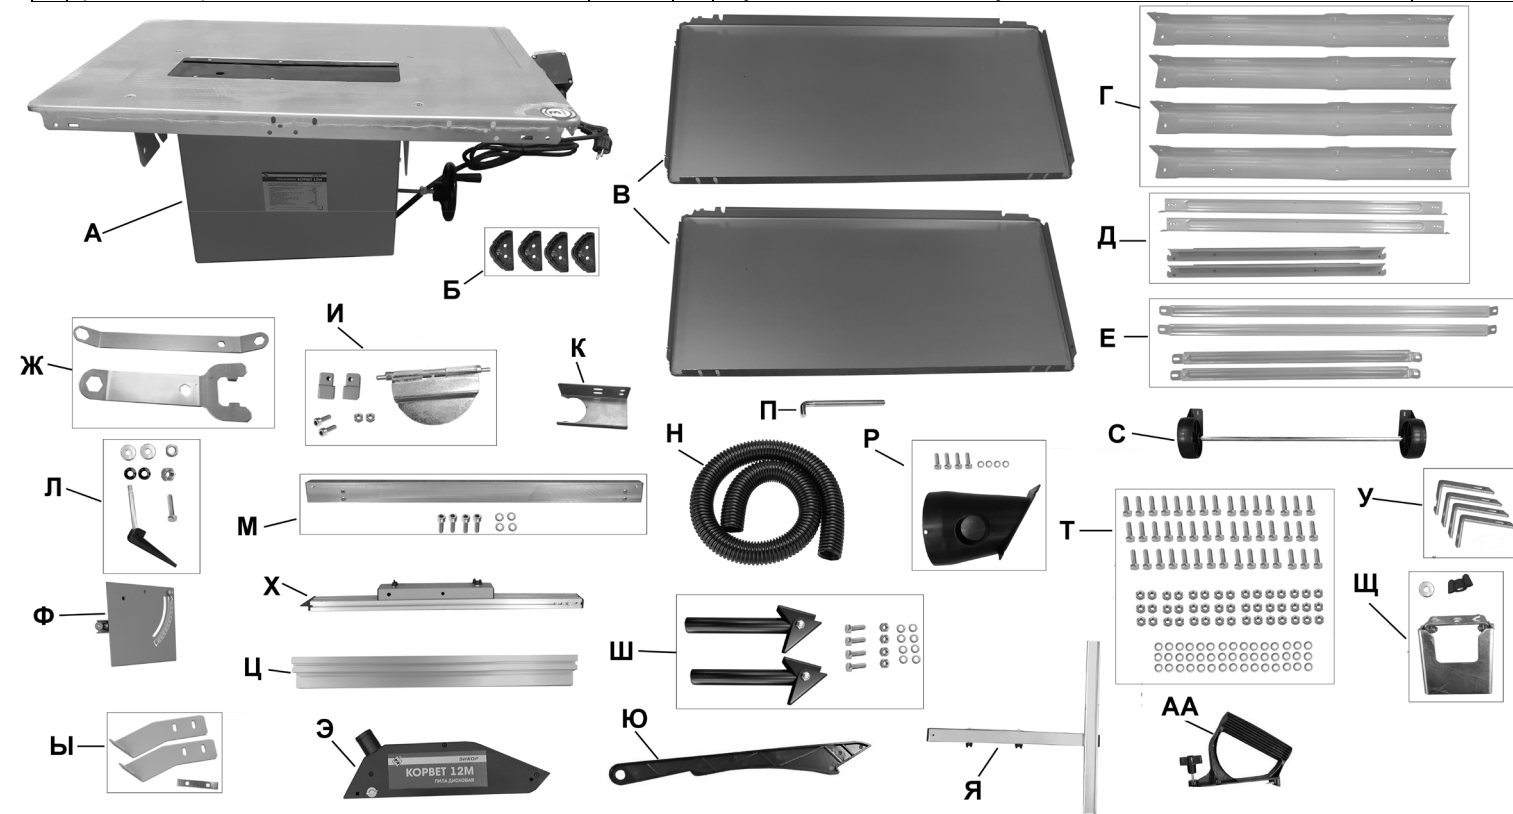

Рис. 1
3.1. В комплект поставки входит: Рис.1: